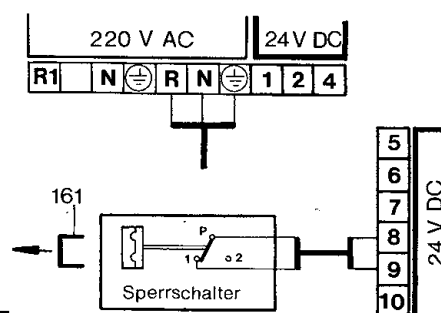

Bild 15
- Anschluß an Klemme 8 und 9 nach Bild 15.
2. Dichtschraube „A“, Bild 15, lösen und U-Rohr-Manometer anschließen.